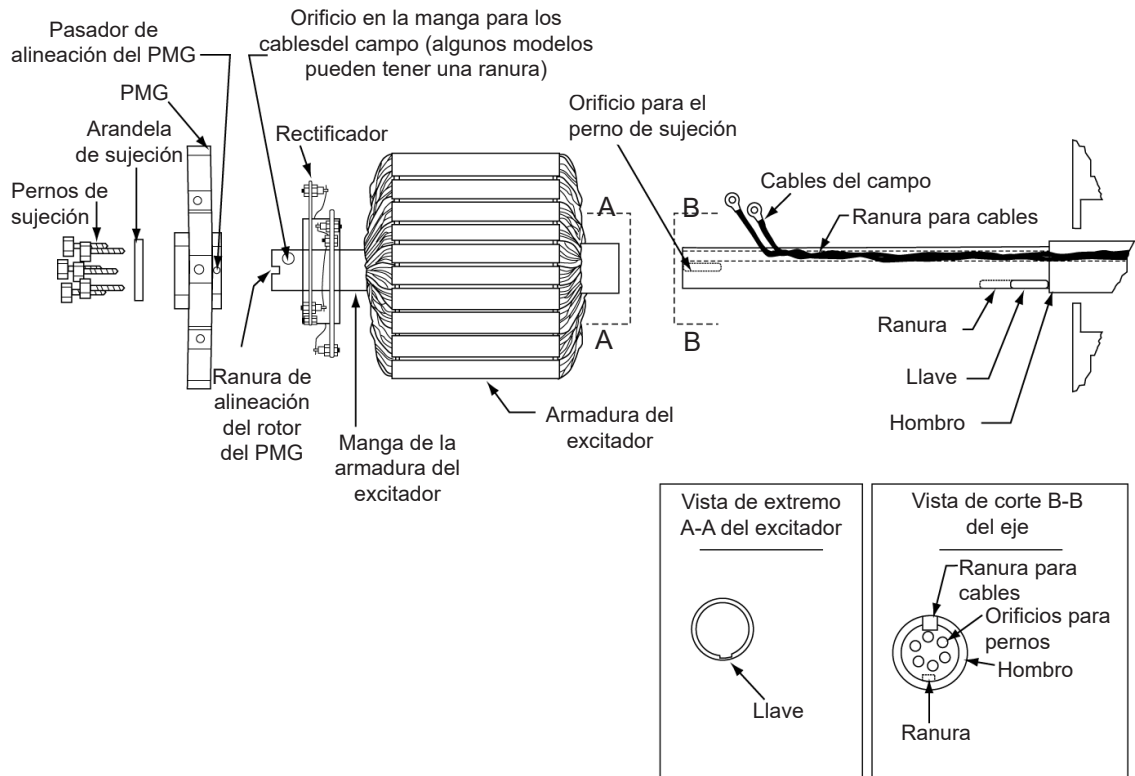

Figura 24 Unidad de armadura del excitador
Ver la Figura 24.
4. Si el generador tiene un rotor PMG, extraiga por separado usando fuerza con la mano. Envuelva el rotor PMG en plástico para evitar contaminar con virutas metálicas. Aviso: algunas unidades PMG interiores usan una contratuerca para sujetar el rotor PMG. Consulte la Figura 24. Para retirar el rotor PMG con una contratuerca: